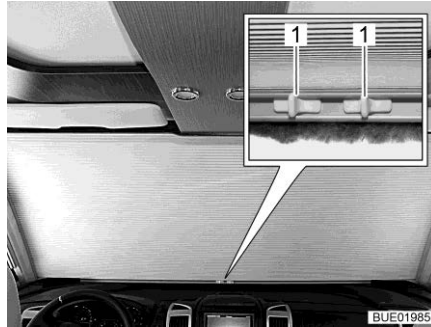

Fig. 19 Dispositif occultant du pare-brise manuel
- Appuyer sur les poignées (Fig. 19,1).